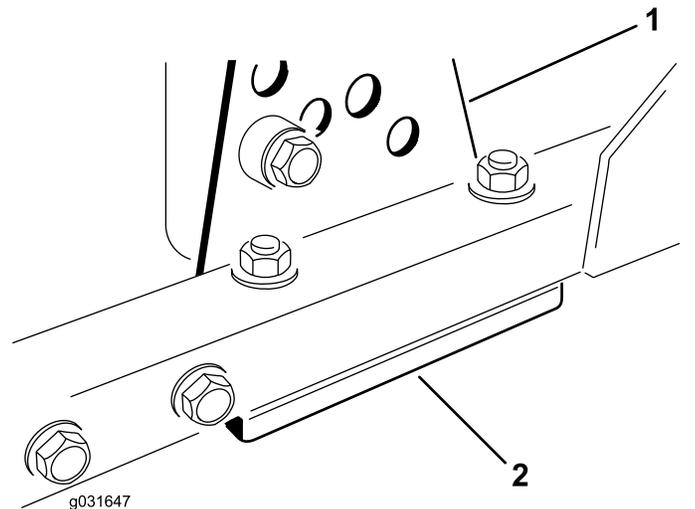

図 70
1. 刈り高ブラケット前、左、右のうち1つをデッキのフレームから外す **図 70**。
2. デッキフレームとブラケットとの間に厚さ 1.5 mm または 0.7 mm のシム、場合によってはこれらの両方を挿入して、希望する刈高を達成する **図 70**。
3. 余ったシムを刈り高ブラケットの下に入れ、刈り高ブラケットをデッキのフレームに取り付ける **図 70**。